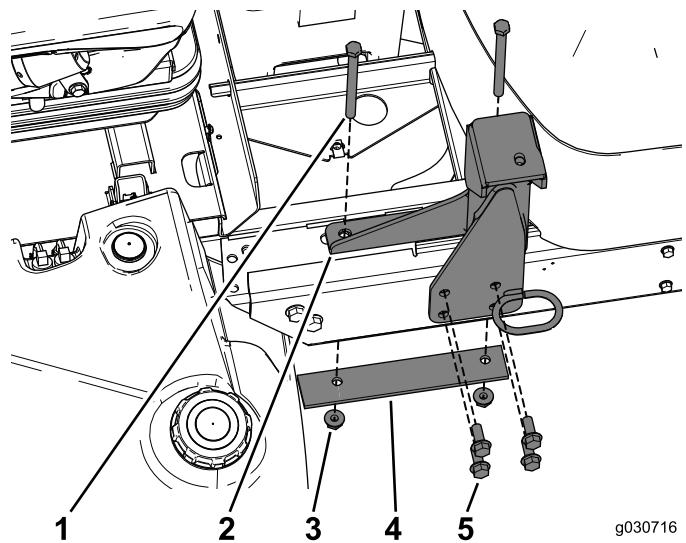

Figura 19
1. Utilice las fijaciones que se retiraron con el ROPS para sujetar el soporte trasero al bastidor (Figura 19).